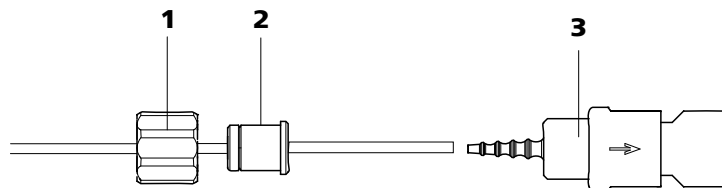

Figura 28 Instalación de una conexión de tubo de bomba con filtro
- **Caso A:** Conecte una conexión de tubo de bomba **con filtro** 6.2744.180 (véase Figura 28, página 50) o